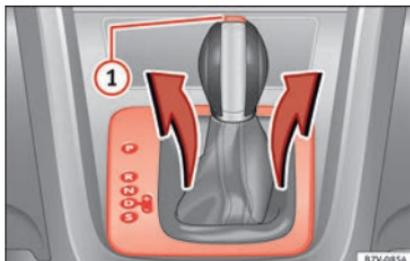

Fig. 49 Démontez le revêtement du champ d'indication des vitesses.
- Tirez le cache vers le haut au niveau du soufflet du levier sélecteur » fig. 49.
- Appuyez sur la touche de blocage » fig. 49 ① sur le pommeau du levier sélecteur et placez le levier sur la position **N**.